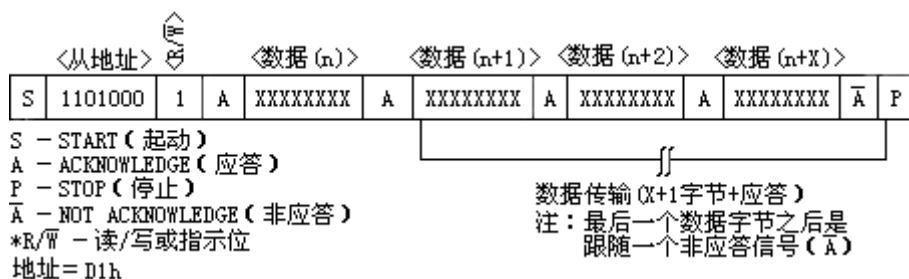

图7 数据读—从器件发送模式
2、从发送器模式（读 DS1307 模式）对第一个字节的接收和处理，同从接收器模式一样。然而在这种模式中，指示位将指示传输地址是无效的。当 SCL 上有串行时钟输入时，串行数据通过 DS1307 在 SDA 上传输，START（起动）条件和 STOP（停止）条件用于识别串行传输的始末端（见图 7）。在由主器件产生的 START（起动）条件后，DS1307 接收到的第一个字节为器件地址，包含一个 7 位的 DS1307 地址：1101000，跟随在指示位（R/~W）之后（此时为读操作，该位为 1）。在接收并译出地址信息后，DS1307 将在 SDA 线上输入一个应答。然后，DS1307 将开始传送以寄存器指针所指定的寄存器地址为起始的数据。如果在读模式初始化前没有写入寄存器指针，则读出的第一个地址是存储在寄存器指针中的最后一个。当要终止读操作时，DS1307 必须接收一个“不应答”。